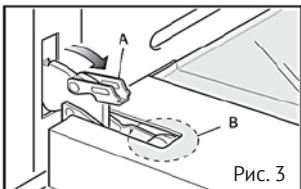

Рис. 3
- Потяните на себя фиксатор «A» (рис. 3.)
- Полностью откройте дверцу (рис. 3)